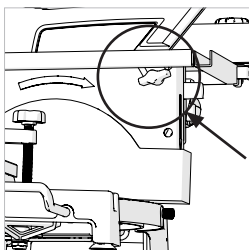

Fig. 4
- Desserrez la vis d'ajustement de hauteur de table. **(Fig. 4)**